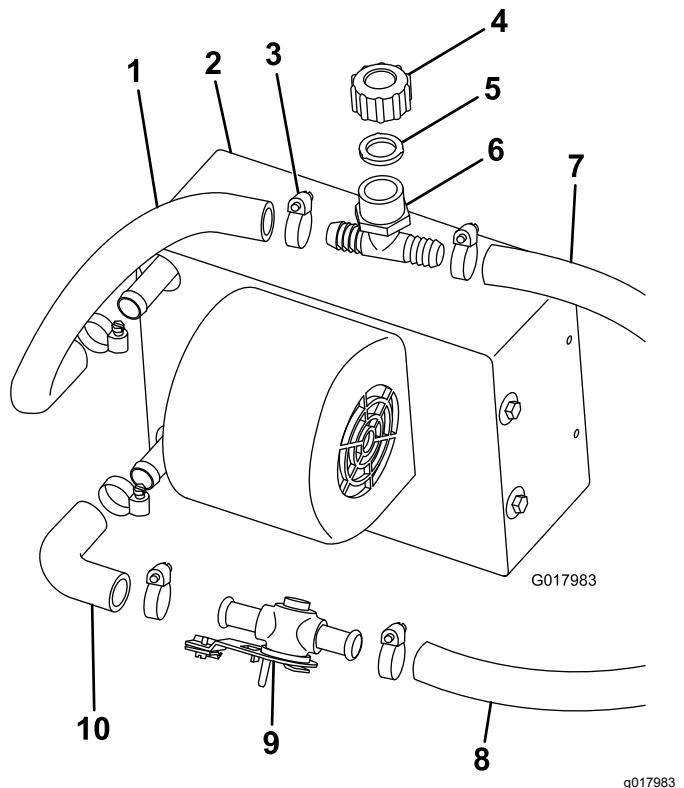

図 20
- ヒーター・アセンブリの下側フィッティングにエルボホースをクランプで取り付ける図 20。
- ホースクランプを使って、ヒーター・バルブをエルボホースに取り付ける図 20。
- ホース $\frac{5}{8}$ " = 15 mmを、36 cm の長さに切断し、それをヒーター・アセンブリの上部フィッティングにホースクランプで固定する図 20。
4. ホースクランプを使って、補給口、ガスケット、キャップを、上部ヒーターホースに取り付ける図 20。